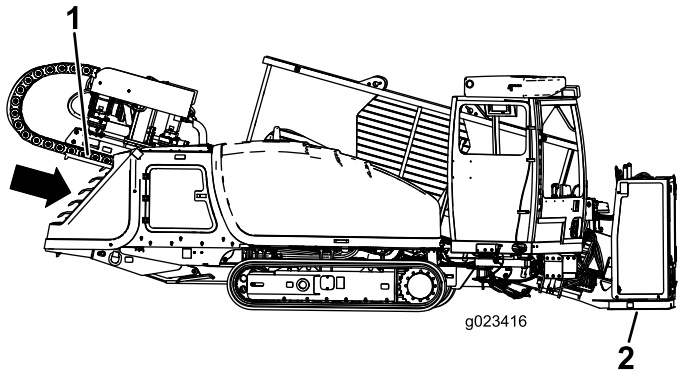

Figura 73
9. Baje el bastidor de empuje, inclinando el bastidor de perforación hasta que la chapa toque el suelo (Figura 73).